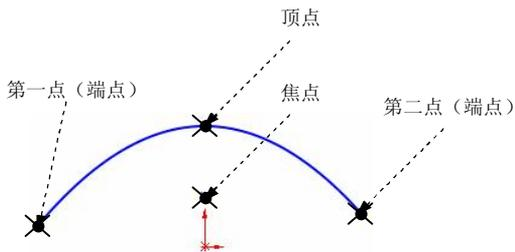

图 1.2.23 绘制抛物线
抛物线是一条具有参数的曲线, 在绘制时, 应先确定抛物线的焦点, 然后指定其顶点, 最后给定起始点与终止点。下面以绘制图 1.2.23 所示的抛物线为例, 讲解绘制抛物线的一般过程。
Step4. 定义抛物线的端点。在图 1.2.23 所示的第一个端点 (第一点) 处单击, 然后沿系统显示处的抛物线的虚线拖动鼠标到达抛物线的第二个端点 (第二点) 处单击。
Step6. 单击  按钮, 完成抛物线的绘制, 如图 1.2.23 所示。